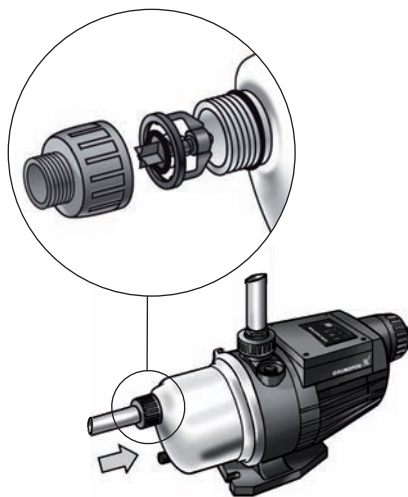

Fig. 8 Installation du clapet d'entrée anti-retour
Installer le clapet d'entrée anti-retour de la manière suivante, voir fig. 8.
2. Fixer le clapet d'entrée anti-retour dans l'orifice d'aspiration, dans la direction indiquée en fig. 8.